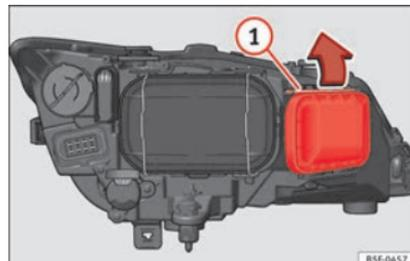

Abb. 208 Glühlampe für Blinklicht
- Verschieben Sie die Strebe » **Abb. 208 ①** in Pfeilrichtung und nehmen Sie den Deckel ab.